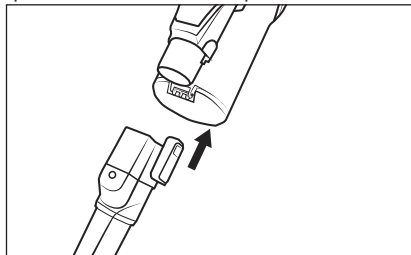

Fig. 14
- ◆ Monte el accesorio en el tubo de aspiración 24 o en el orificio de aspiración del aparato hasta que encastre con un chasquido (consulte la fig. 14). Para ello, asegúrese de que el encastre esté en la posición correcta.